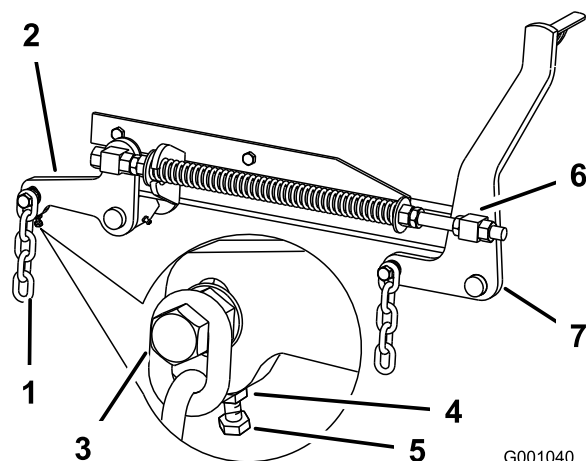

Figure 100
8. Desserrez l'écrou de blocage sous le bras de support arrière et agissez sur le boulon de réglage de manière à obtenir une distance de 80 à 83 mm ($3\frac{1}{8}$ à $3\frac{1}{4}$ po); voir Figure 100.
7. Si la distance mesurée au point **B** ou **C** n'est pas correcte, desserrez le boulon de fixation de la chaîne arrière au bras de support arrière (Figure 100).
7. Desserrez d'environ 13 mm ($\frac{1}{2}$ po) les écrous de blocage avant à l'avant des pivots gauche et droit (Figure 100).
8. Réglez les écrous de levage sur les côtés gauche et droit de la machine de manière à abaisser l'avant de 6 à 10 mm ($\frac{1}{4}$ à $\frac{3}{8}$ po) au point **A** par rapport au point **B** à l'arrière (Figure 100).